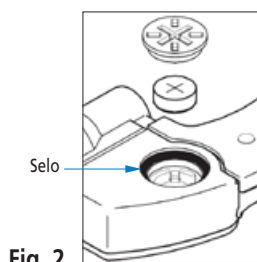

Fig. 2
6. Ao apertar as tampas do conector de saída e do compartimento da bateria garantir que os selos estejam bem encaixados de modo que eles não se danifiquem. (**Fig. 2**)